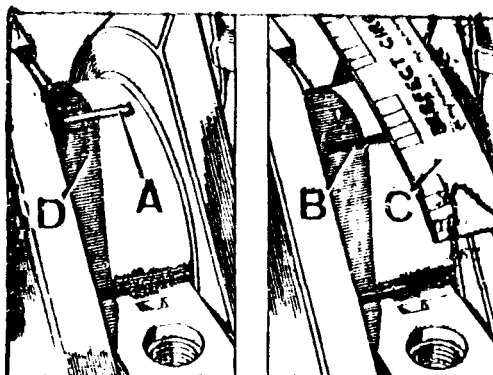

Fig. A3-100 Comprobación del juego entre los cojinetes y los muñones del cigueñal
- 1.10. Una vez ajustado el juego longitudinal se verificará el juego entre los cojinetes y los muñones del cigueñal. Colocar en cada muñón un trozo de plastigage, A (Fig. A3-100). Instalar todas las tapas, dándoles a los tornillos el --apriete indicado. Desmontar nuevamente las tapas y medir el ancho, B, del --plastigage con la escala impresa en la funda del citado producto. La medida --obtenida deberá ser de 0,020 á 0,067 mm.